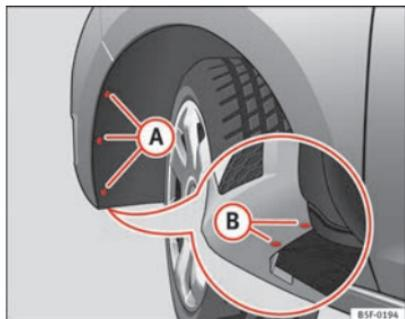

Fig. 148 Faro antiniebla: acceso al conector y al portalámparas
- Retire los 3 tornillos **A** ⇒ fig. 148 del interior del pasa rueda y los 2 tornillos inferiores **B** ⇒ fig. 148 del parachoques precisando para ello de un destornillador.